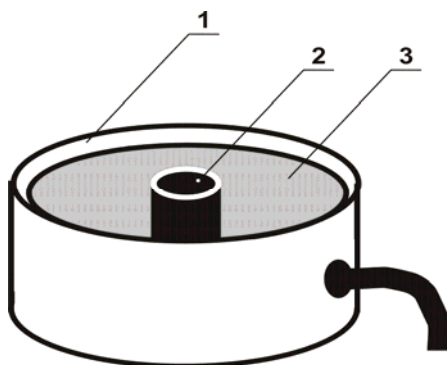

Рисунок 4 Поверхностный зонд
2.4.8 Поверхностный зонд (см. рисунок 4) предназначен для измерения влажности строительных материалов и конструктивно выполнен в виде круглой металлической емкости, которая прикладывается к измеряемому материалу.